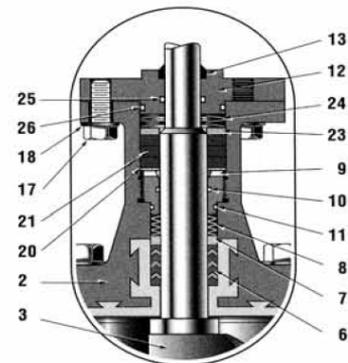

Figura 4
1. Retire los tornillos (17) y las arandelas (18) y retire la brida de conexión del actuador (12). En el caso de modelos con empaque de seguridad (Figura 4), retire los resortes de disco (24), el anillo de la caja de empaque superior (23), los anillos de empaque (21) y el anillo de base (20).
- Si la válvula de control está equipada con un empaque de seguridad, inserte el anillo de base (20), tres anillos de empaque (21), el anillo de la caja de empaque superior (23) y tres resortes de disco (24) de acuerdo con la Figura 4.
9. Inserte el anillo limpiador (13) en la brida de conexión del actuador (12). Cuando la brida de conexión del actuador tiene la opción de ranuras, se deben insertar las juntas tóricas correspondientes (25 internas, 26 externas).
10. Deslice la brida de conexión del actuador sobre el eje del tapón y fíjela al casquete con los tornillos (17) y las arandelas (18).
(1) Consulte la Figura 4